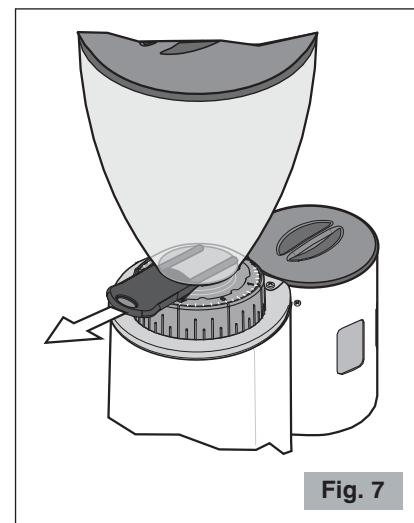

Fig. 7
- !** **Controlar que el obturador de la tolva esté completamente abierto hasta el final de la carrera (último clic) (véase Fig. 7).**